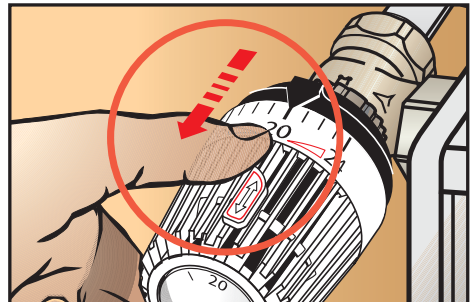

Abb. 5: Sparclip zurück schieben
- Den Sparclip **zurück** schieben (Abb. 5).